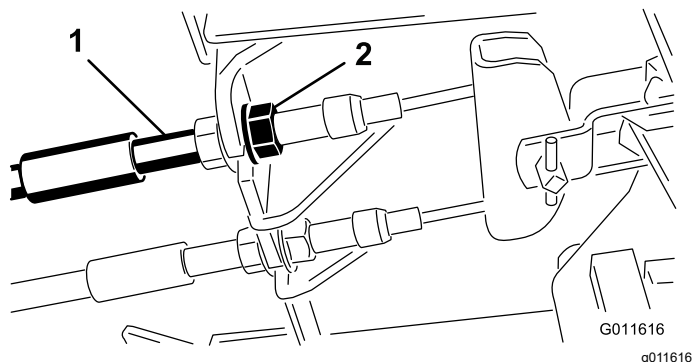

Рисунок 45
1. Чтобы уменьшить свободный ход тормозных педалей, затяните тормоза, ослабив переднюю гайку на резьбовом конце троса тормоза (Рисунок 45).